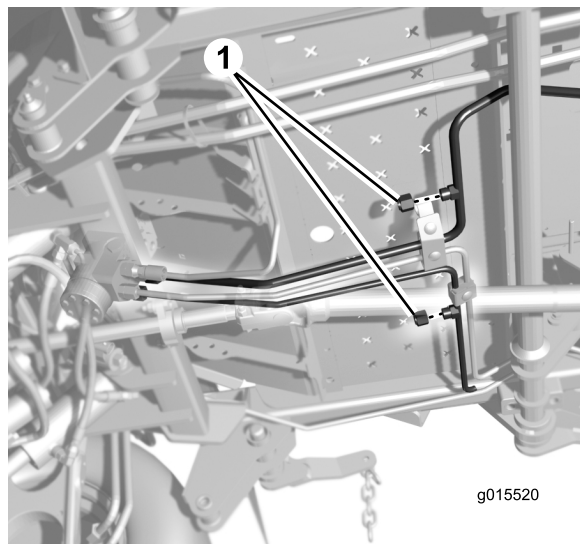

Figure 8
1. Placez un bac de vidange sous les bouchons des tubes hydrauliques (Figure 8).
2. Retirez les bouchons des tubes hydrauliques sur la machine (Figure 8). Retirez les bouchons l'un après l'autre comme les tubes pour éviter de perdre trop de liquide hydraulique.